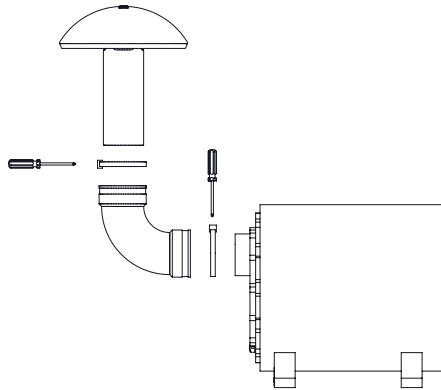

Abbildung 14
1. Den Winkel und den Port mit Abdeckung am Subwoofergehäuse befestigen, wie in Abbildung 14 dargestellt.